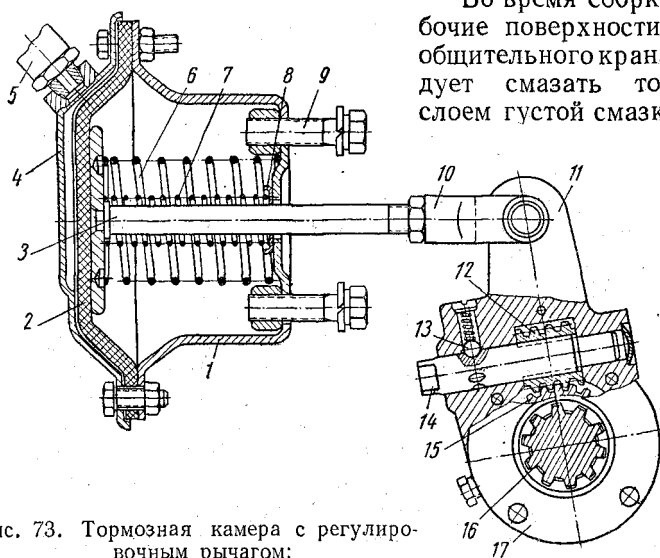

Рис. 73. Тормозная камера с регулирующим рычагом:
**Тормозные камеры.** Тормозные камеры штоками связаны с регулировочными рычагами (рис. 73) и приводят в действие тормоза колес.